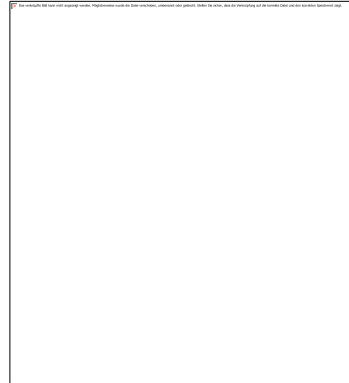

Abbildung 170: KNX-Datentypen in logi.CAD importieren
6. Wählen Sie im Kontextmenü der Bibliothek, wie in Abbildung 170 dargestellt, den Punkt **Export/Import** → **ST-Import starten** und wählen Sie die erzeugte ST-Datei aus.